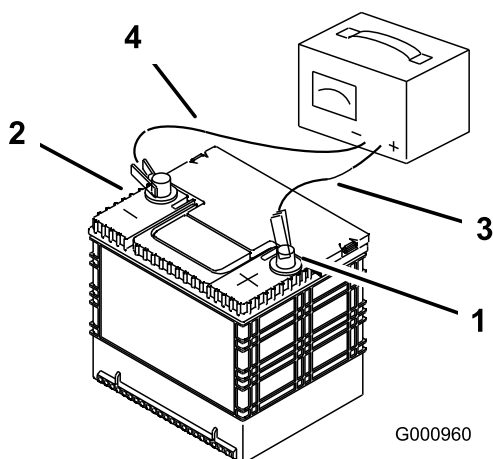

Figura 40
2. Quando la batteria è completamente carica, staccate il caricabatterie dalla presa elettrica e scollegate i cavi di ricarica dai poli della batteria (Figura 40).